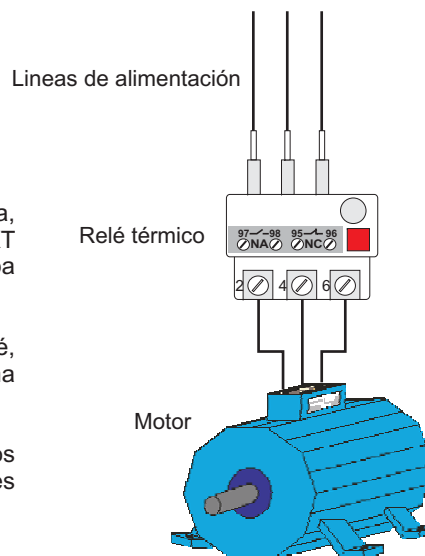

Figura 6. Relé térmico
- Relé térmico: de protección contra sobrecargas eléctricas. Los encontramos en protección de motores. Le "salvan" la vida al motor y evita males mayores en la línea. Figura 6.